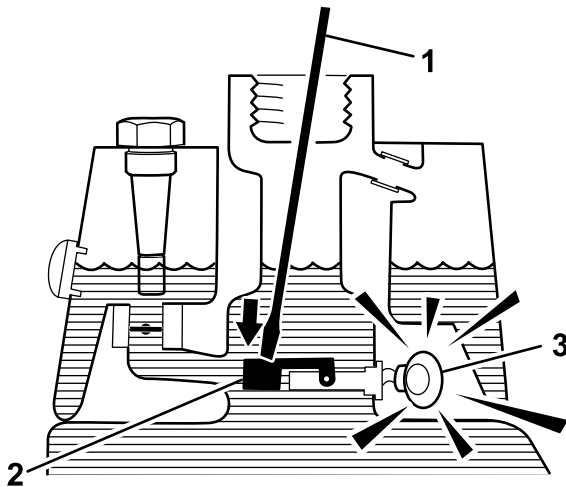

Figure 60
3. Introduisez une tige ou un tournevis propre dans le goulot du réservoir et enfoncez doucement le flotteur du contacteur de niveau (Figure 60) ; l'alarme devrait se déclencher au bout d'une seconde.